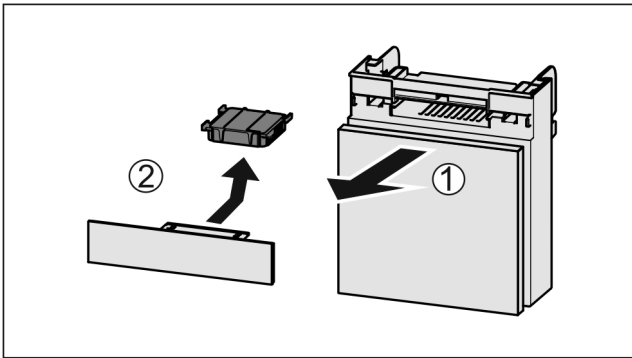

Fig. 97
- 向前拉出 Fig. 97 (1) 抽屉。
- 取出 Fig. 97 (2) 活性炭过滤器。